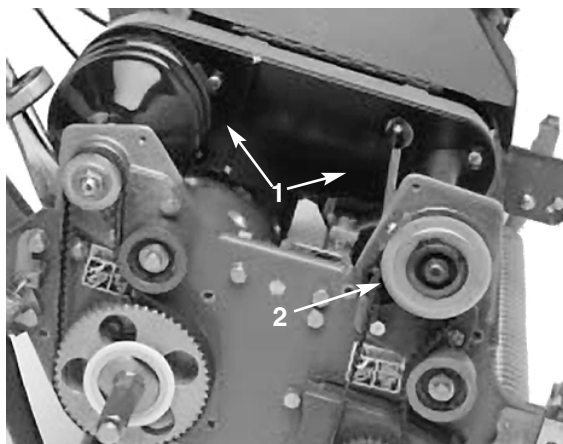

Fig. 34
3. Togliere le viti mordenti che fissano le sezioni anteriore e posteriore del coperchio del differenziale alla scatola del differenziale, e spostare le sezioni del coperchio per accedere alla cinghia (Fig. 34).
6. Togliere le 2 viti mordenti e i dadi autobloccanti che fissano la scatola della frizione anteriore alla piastra laterale (Fig. 34). Girare la scatola di 180° in modo che la sua base sia rivolta in alto.
7. Togliere le 2 viti mordenti e i dadi autobloccanti che fissano la sede del cuscinetto posteriore destro alla piastra laterale (Fig. 34). Girare la sede di 180° in modo che la sua base sia rivolta verso l'alto.